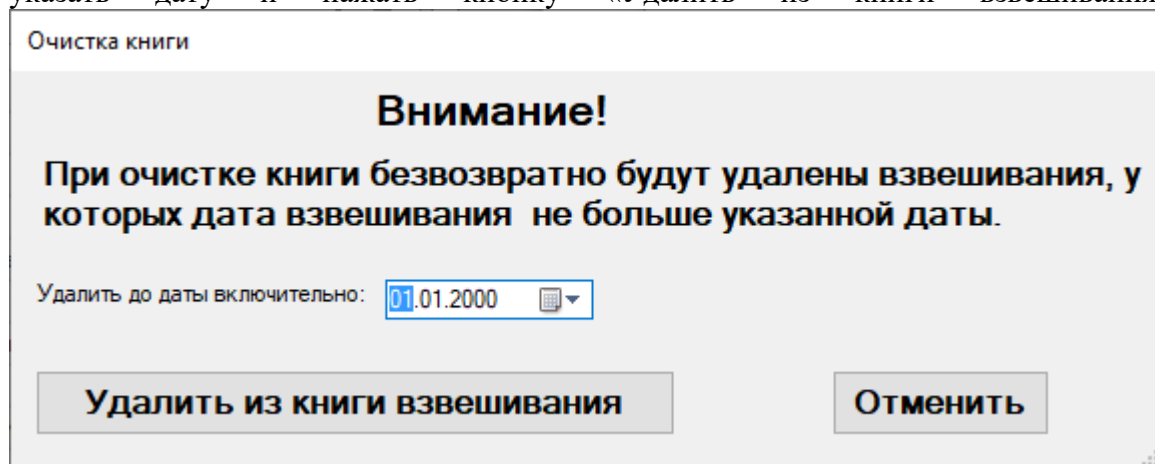

Рисунок 118 - Очистка книги
- 4) Одновременно очистить книгу взвешиваний до определённой даты во всех базах, подключенных к серверу взвешиваний. Для этого нужно нажать кнопку «Очистить книгу взвешиваний», после в диалоге «Очистка книги» (см. Рисунок 118) нужно указать дату и нажать кнопку «Удалить из книги взвешивания».